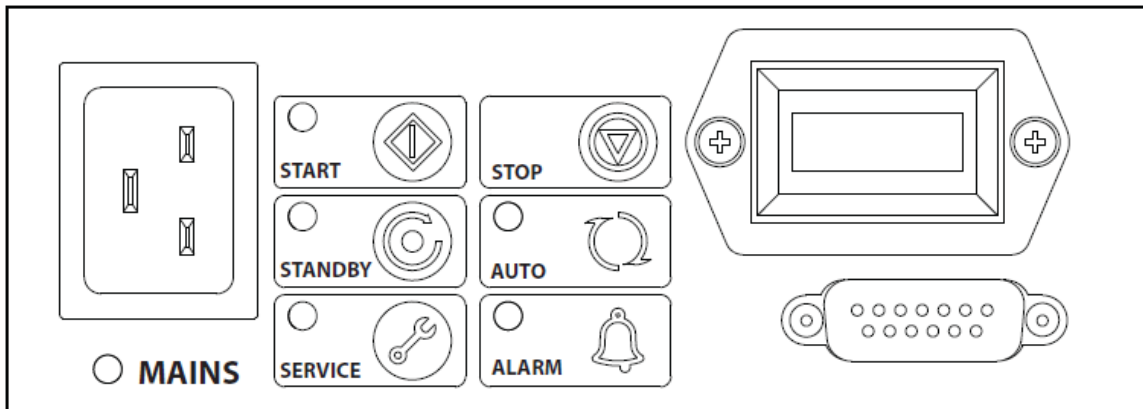

图 2 单相型号泵的控制面板
- 手动。通过控制面板上的按钮操作，参考图 2 和图 13。